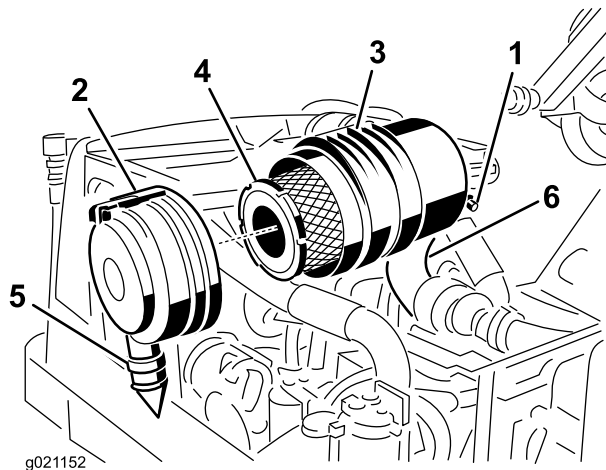

Figura 57
1. Tire hacia fuera del enganche y gire la tapa del limpiador de aire en sentido antihorario (Figura 57).
2. Retire el filtro primario (Figura 57).
4. Cambie el filtro primario (Figura 57).
8. Instale la tapa orientando la válvula de salida de goma hacia abajo - aproximadamente entre las 5:00 y las 7:00, visto desde el extremo (Figura 57).